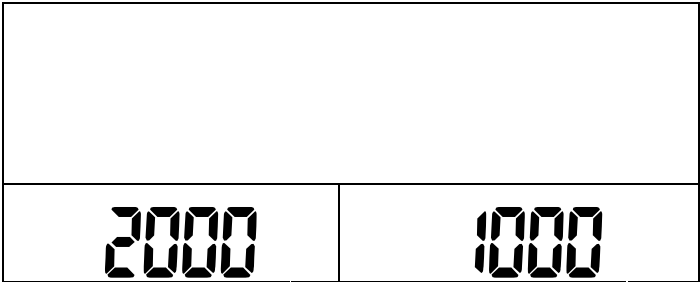

图 39
- c. 按**扣重**键显示第二屏如图 39（数量窗口不显示，重量窗口上**限值**、单重窗口显示**下限值**）